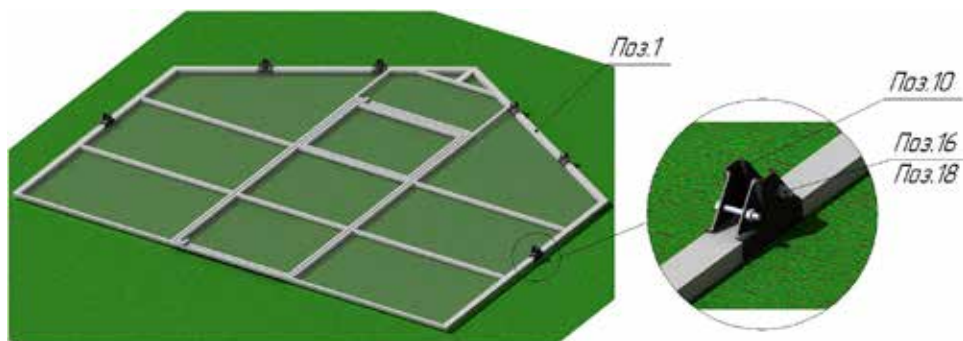
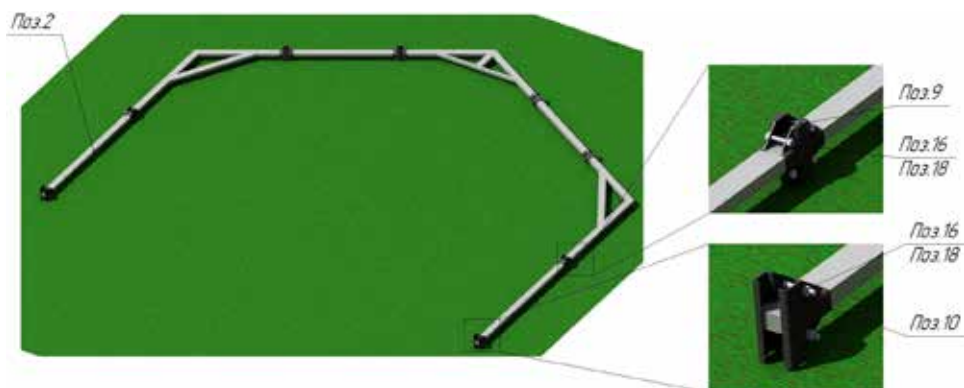
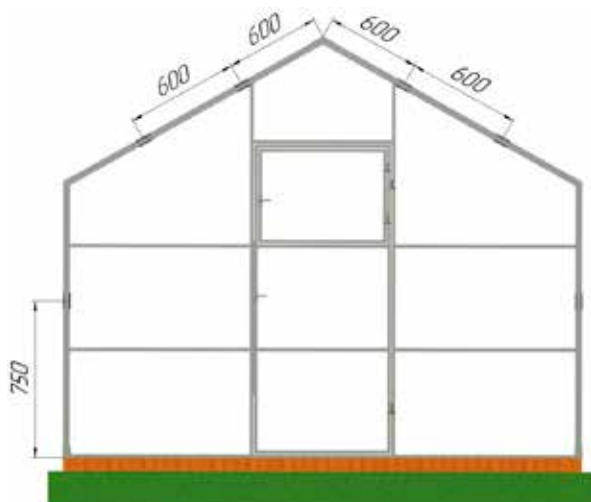

Рисунок 11 – Монтаж крепления-спайдер «Т-образного»
Рисунок 12 – Монтаж крепления-спайдер «Х-образного»
Рисунок 13 – Расположение «Т-образных» креплений
11. Закрепить крепление-спайдер «Т-образный» **Поз.10** на торец с форточкой и дверью **Поз.1** с помощью болтов **Поз.16** и гаек **Поз.18** (болты и гайки не затягивать) (рис. 11). Расположение креплений см. рисунок 13.
12. Закрепить крепление-спайдер «Х-образный» **Поз.9** и крепление-спайдер «Т-образный» **Поз.10** на стойку **Поз.2** с помощью болтов **Поз.16** и гаек **Поз.18** (болты и гайки не затягивать) (рис.12). Расположение креплений см. рисунок 13.
Расстояние между креплениями указано на рис.13.